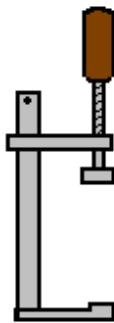

Figura 20
2. - Antes de engatar una pieza, nos aseguraremos que toda la rosca está al lado del mango, figura 20.